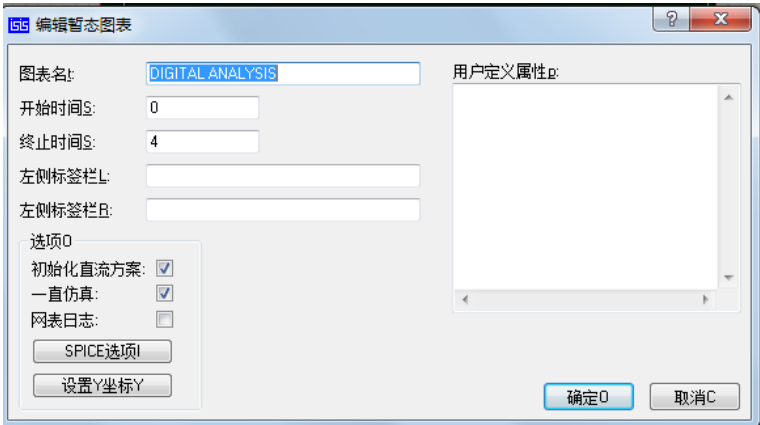

图 8 图表设置框
(12) 设置仿真图表。运行时间由 X 轴的范围确定。先右击选中图标然后单击图标出现编辑图标对话框，设置图 8 所示的开始时间和停止时间即可。本实验中，激励源的最大周期为 4s，因此，设置起始时间为 0s，结束时间为 4s。图表的颜色参数可以通过菜单栏下 Template 中的 Set Graph & Trace Colors 进行设置。